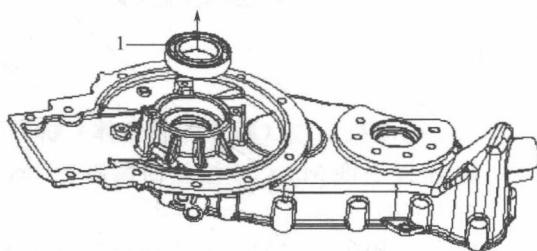

图 1-1-9
(6) 轴承拆卸与安装
① 当电动机端盖轴承需要维修时，先对电动机端盖进行拆卸，然后拆卸旋变定子。将电动机端盖放入 120℃ 的烤箱中加热 30min，将轴承 1 取出，装入新的轴承（图 1-1-9）。
② 将旋变定子装配好后，再安装电动机端盖。